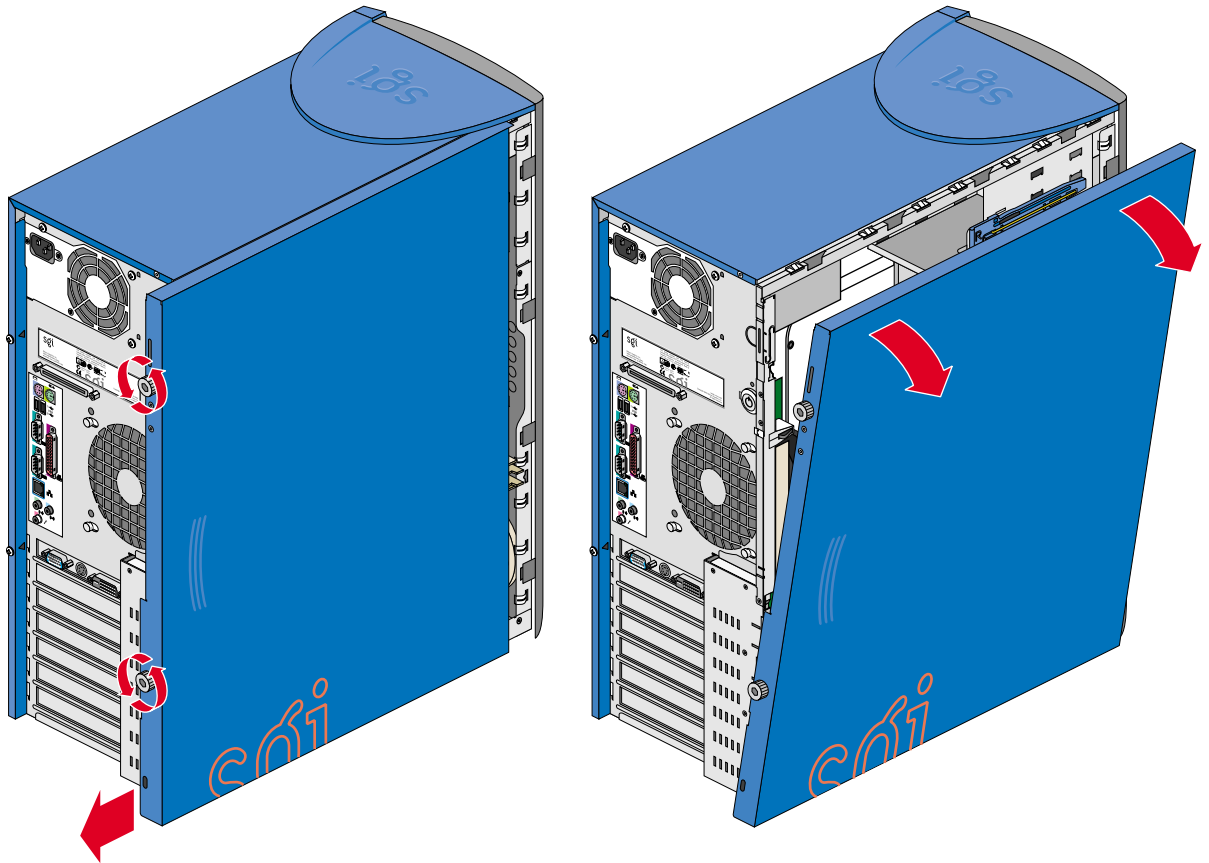

Figura 2-1 Extracción del panel lateral
3. Siga estas instrucciones para retirar el panel lateral como se muestra en la Figura 2-1: